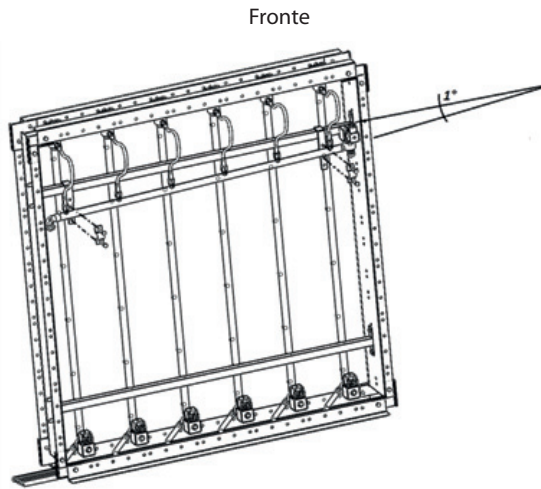

Fig. 3.b
4. Las posiciones de las boquillas y de los tapones en el interior de cada colector (Fig. 3.b).